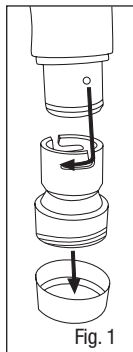

Fig. 1
– Conecte un Tubo de respiración Serie BT al V-199 de modo que los dos pernos de seguro estén alineados con las aberturas de las dos ranuras en forma de L en las salidas de adaptador. Presione directo y gire de modo que los pernos de seguro queden enganchados en el extremo final de las ranuras en forma de L. (Fig 1).